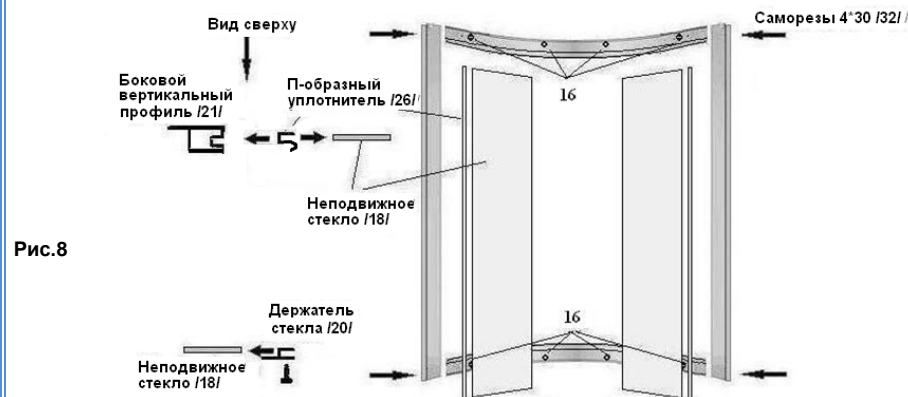

Рис.8
3.4. Сборка фронтальной стенки (рис.8).